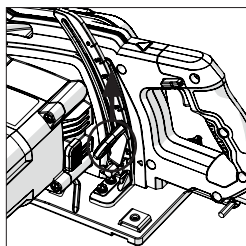

Fig. 10
- Lossa låsmekanismen för djupjustering genom att dra manöverspaken, **(5)(Fig.10)**, uppåt.